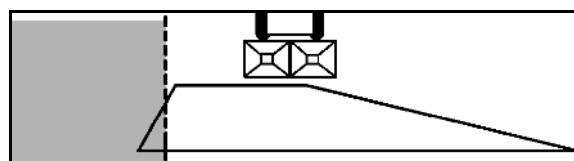

図 78
2. Düngeverordnung (肥料に関する指令) に基づく溝での散布 (図 78):